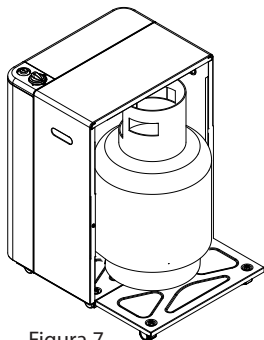

Figura 7
5.- Una vez comprobado que no haya pérdidas, introduzca la garrafa en el compartimiento dentro del gabinete. Tenga cuidado que la manguera no quede estrangulada ni tocando la chapa interior del convector (Figura 7).